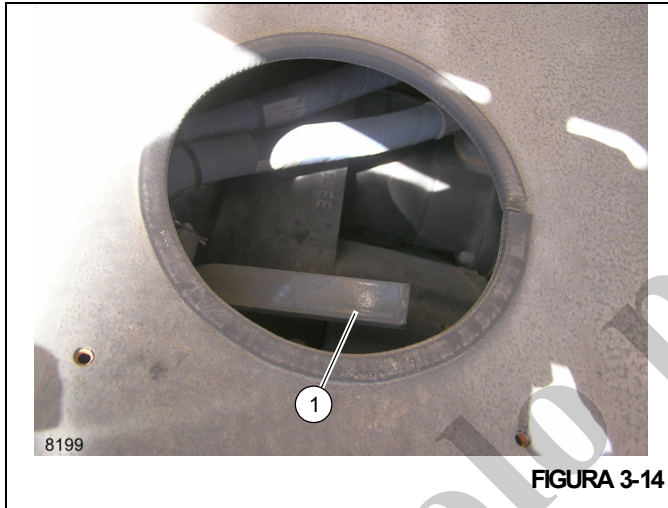

FIGURA 3-14
3. Levante la palanca de desconexión de la bomba (1, Figura 3-14).